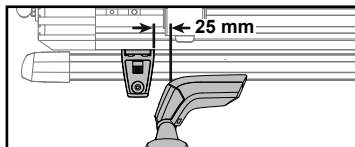

Abb. 2
- Positionieren Sie die Befestigungselemente nicht weiter als 2,5 cm außerhalb des Turms (siehe Abbildung 2).